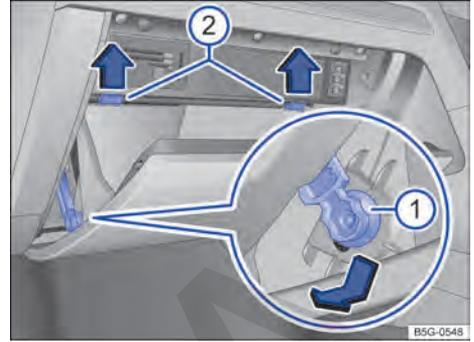

Fig. 215 Tapa de la caja de fusibles del tablero de instrumentos: vehículos con el volante a la derecha, en el lado del acompañante.
- Abra la guantera del lado del acompañante y, dado el caso, vacíela → **fig. 215**.
- Desplace el elemento de frenado → **fig. 215** **1** en el orificio del soporte hacia abajo y extráigalo hacia un lado.
- Presione los pivotes tope → **fig. 215** **2** hacia arriba, en el sentido de las flechas, y al mismo tiempo abra aún más la guantera.
- Para montar la guantera, sitúela en la posición adecuada. Introduzca el elemento de frenado en el orificio del soporte y desplácelo hacia arriba hasta que oiga que ha encastrado. Presione la guantera con cuidado hacia delante, superando la resistencia que oponen los pivotes tope → **fig. 215** **2**.